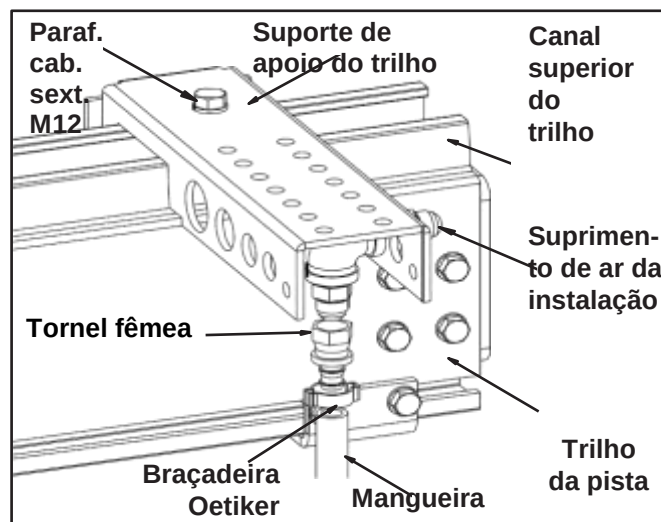

Figura 3-64
- Etapa 3. Instale o encaixe do tornel fêmea no encaixe com a braçadeira Oetiker na extremidade da mangueira. Fixe a extremidade direita da mangueira do trilho da pista no conjunto do suporte de transição. Consulte a Figura 3-64.